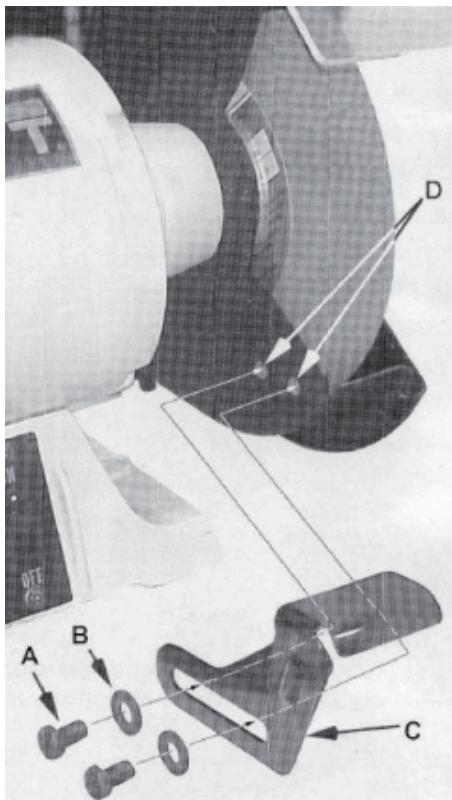

Рис.1
Ссылаясь на Рисунок 1:
- Имеется правый и левый подручники. Смотрите на Рис. 1, чтобы убедиться в том, что вы устанавливаете их правильно.
- Используя болты (A) и шайбы (B) из пластикового пакета, зафиксируйте подручники, накрутив два болта (A) через две плоские шайбы (B) и кронштейн подручника (C) на корпус круга (D), как показано на Рисунке 1.